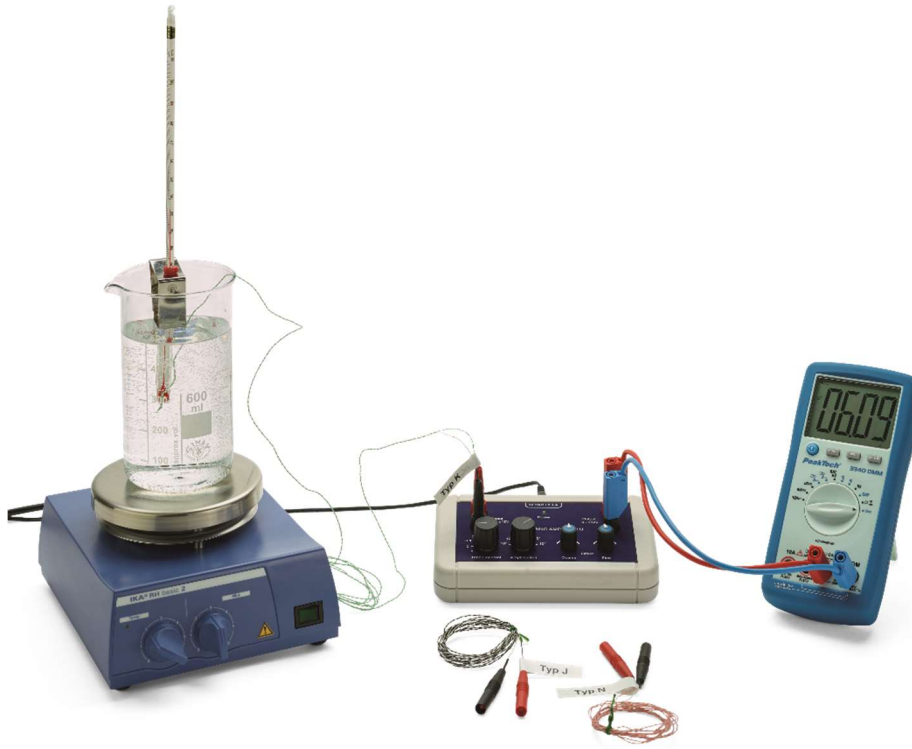

Fig. 1 : Montage expérimental
- Montez l'expérience comme le montre la fig. 1.